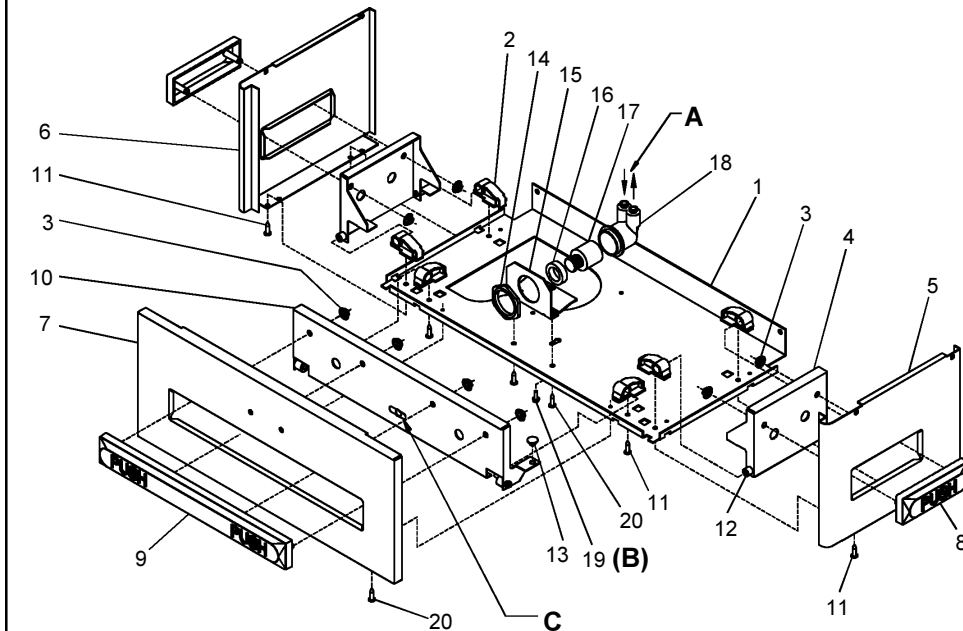

FIG. 4
- 8) Stream height is factory set at 45-50 PSI. If supply pressure varies greatly from this, adjust screw, accessible by removing front push panel (Item 7, Fig. 4). CW adjustment will raise stream and CCW adjustment will lower stream. For best adjustment, stream should hit basin approximately 6-1/2" (165mm) from bubbler.
- 9) Replace the front panel and secure by re-tightening two (2) screws.
- 8) Le niveau d'écoulement est réglé en usine à 45-50 PSI. Si la pression varie beaucoup de ce point, ajustez la vis que l'on peut atteindre en retirant le panneau avant (article 7, fig.4). Si vous ajustez dans le sens des aiguilles d'une montre, le jet augmentera et dans le sens contraire, le jet diminuera. Le meilleur ajustement est lorsque le jet frappe le bassin à environ 6-1/2" (165mm) du barboteur.
- 9) Remplacez le panneau avant et fixez-le en place en resserrant les deux (2) vis.